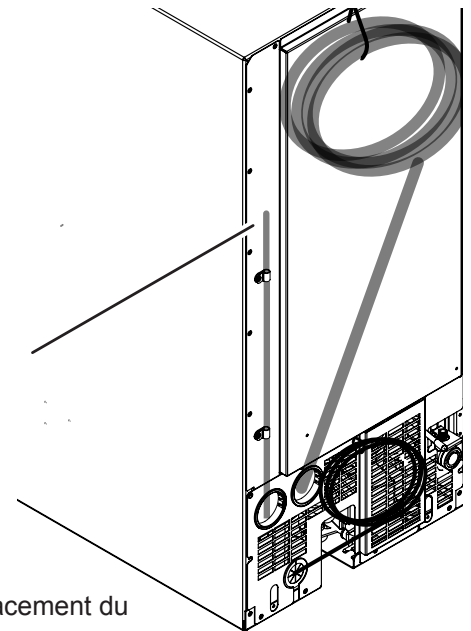

Figure 14: Emplacement du tube de ventilation.
- c. Le tube de ventilation à l'arrière de la machine est bien ouvert (Figure 14).